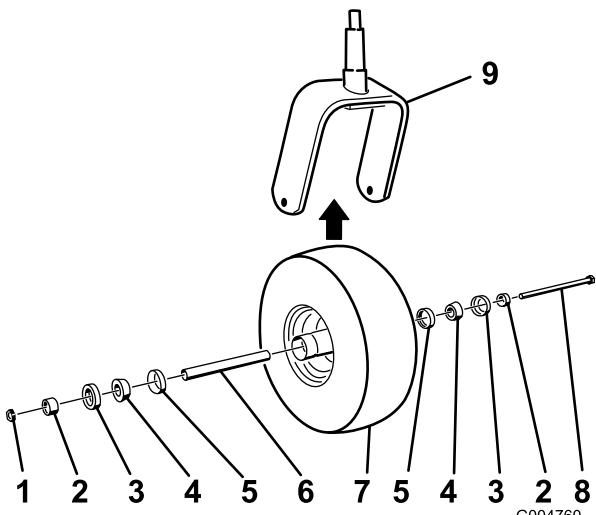

Figura 45
- Retire a porca de bloqueio do parafuso (Figura 45).
- Monte a roda empurrando os rolamentos cónicos e vedantes, cheios de massa lubrificante, para dentro do cubo da roda, posicionado conforme ilustrado em Figura 45.